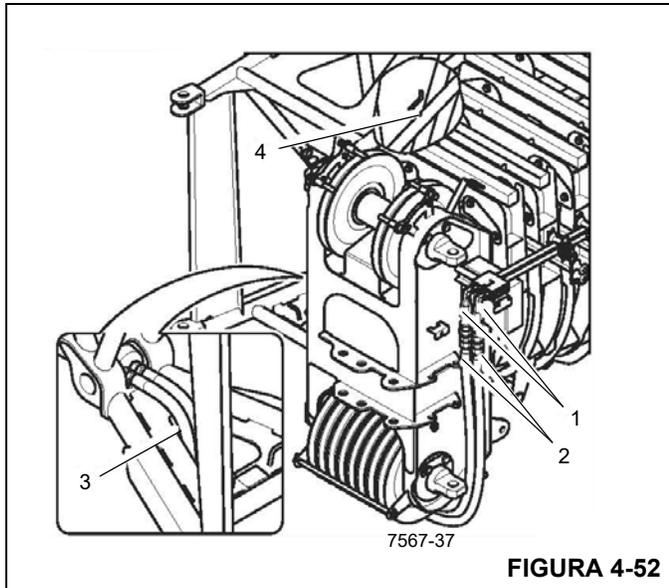

FIGURA 4-52
1. Si es necesario, ponga las conexiones (1) (Figura 4-52) en la posición para las operaciones de la extensión de celosía en la página 4-36.
2. Retire la manguera (2) de la abrazadera (4).
3. Pase las mangueras hacia el lado izquierdo por la abertura inferior (3) en la sección de 36 pies (11 m) bajo la cabeza de la pluma.
4. Retire las tapas protectoras de las conexiones (1) y conecte las mangueras (observe el código de color).